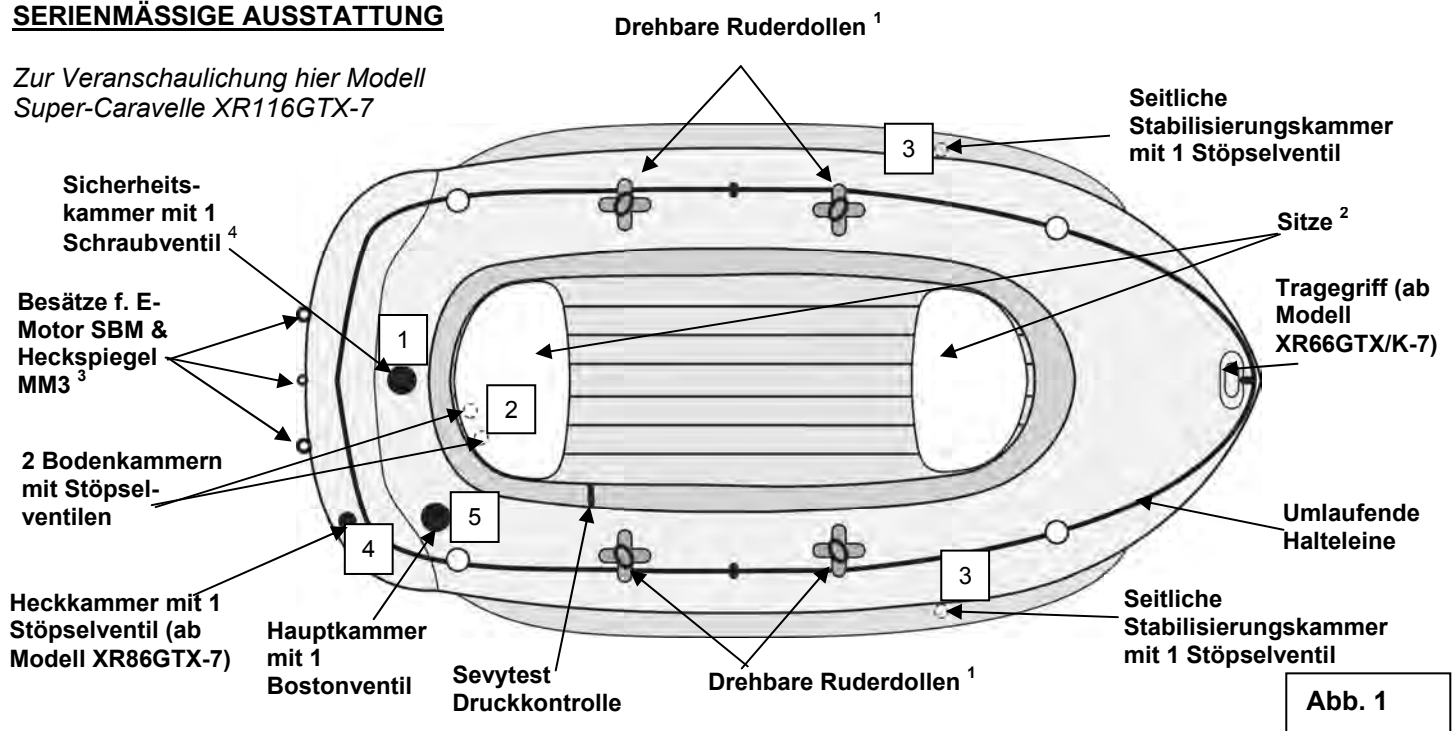

Abb. 1
2. Pumpen Sie das Boot in der Reihenfolge auf, wie auf dem Typenschild aufgedruckt (siehe auch Abbildung 1 – Nummerierung der Ventile).
3. Maximaler Betriebsdruck: Der korrekte Betriebsdruck für dieses Produkt beträgt 0,06 bar (= 60 mbar) und darf nicht überschritten werden. Ihr Boot ist mit der SEVYTEST- Druckkontrolle ausgestattet. Diese zeigt an, wie weit aufgepumpt (gedehnt) werden darf. Zuerst die Innenkammer (siehe Abbildung 1) bis zur Markierung „A“ aufpumpen, dann die Hauptkammer (siehe Abbildung 1) bis zur Markierung „B“ aufpumpen. Bei Überdruck lassen Sie langsam etwas Luft ab, bei Unterdruck pumpen Sie weiter auf. Anmerkung: Nach mehrmaligem Aufpumpen hat sich der Bootskörper so weit gedehnt, dass sich der SEVYTEST nicht mehr zurückstellen wird. Die Funktion des SEVYTEST ist damit jedoch weiter gegeben, denn es ist grundsätzlich darauf zu achten, dass der Zeiger nicht wesentlich über die jeweilige Markierung hinaus wandert.